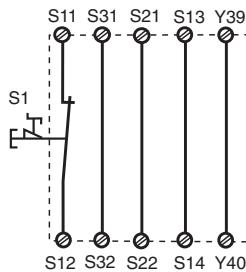
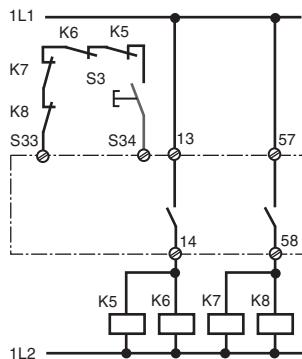

Fig. 2: Circuito de entrada monocanal, automático. rearme/Circuito di entrata monocanale, start automat./Eenkanalig ingangscircuit, automatische start
Fig. 11: como la Fig. 10 con rearne supervisado/come fig. 10 con start controllato/Zoals fig. 10 met bewaakte start
En las fig. 2... a fig. 11 se presentan ejemplos de conexión posibles; paro de emergencia. Los cortocircuitos a través del paro de emergencia también son detectados.
• Fig. 2 y 7: S33-S34 **no** conectado
In fig. 2 ... fig. 11 sono riportati degli esempi di collegamento per il cablaggio di arresto d'emergenza con start automatico e manuale, per il comando delle porte di sicurezza, nonché per la moltiplicazione dei contatti mediante relè esterni.
- Fig. 2 e 7: **nessun** collegamento S33-S34
In fig. 2 ... 11 worden aansluitvoorbeelden gegeven van noodstopschakelingen met automatische en bewaakte start, hekbewakingen en contactvermeerdering d.m.v. externe magneetschakelaars.
- Fig. 2 en 7: **geen** verbinding S33-S34